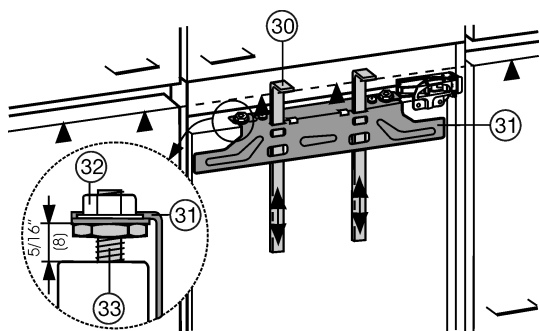

Fig. 19
- Montagehulpstukken Fig. 19 (30) op kastdeurhoogte omhoog schuiven. Onderste aanslagkant ▲ van het montagehulpstuk = onderkant van de aan te brengen kastdeur.
- Bevestigingsdwarsstrip Fig. 19 (31) via de contraoeren Fig. 19 (32) losdraaien.